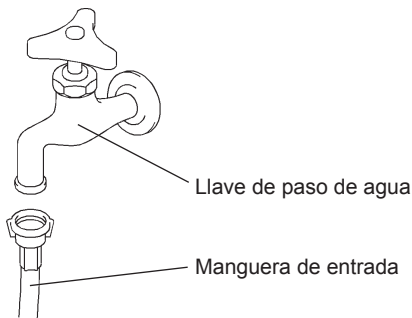

Fig. 4
1) Conecte el extremo libre de la manguera de entrada a la válvula de cierre (Fig. 4), verificando que la junta de goma quede correctamente colocada. Apriétela a mano suficientemente, de manera que la junta no pueda gotear. Como medida de precaución, es conveniente tener a mano una válvula de cierre.